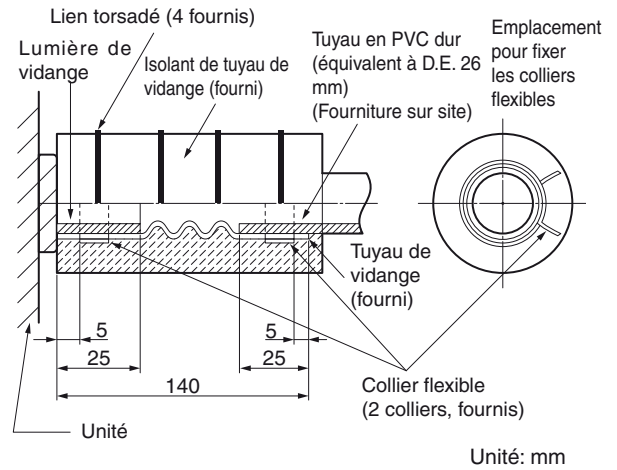

Fig. 3-6
- (1) Préparez un tuyau en PVC dur standard (D.E. 26 mm) pour la purge, et utiliser le tuyau de purge fourni et le collier flexible pour empêcher des fuites d'eau. Le tube en PVC doit être acheté séparément. La bouche de vidange transparente de l'unité vous permet de vérifier la purge.
- (2) Installation de la durite de vidange
- Pour installer la durite de vidange, placer tout d'abord 1 des 2 colliers de durite sur la lumière de vidange d'unité et l'autre collier de durite sur le tuyau en PVC dur (non fourni). Connecter ensuite les deux extrémités de la durite de vidange fournie. (Fig. 3-6)